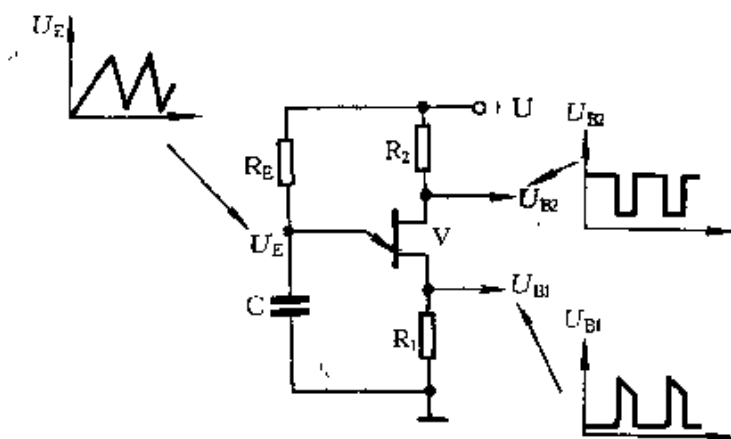

图 2-252
① 单晶体管的基本作用是组成脉冲产生电路,包括振荡器、波形发生器等,并可使电路结构大为简化。图 2-252 所示为单晶体管弛张振荡器。单晶体管 V 的发射极输出锯齿波,第一基极输出窄脉冲,第二基极输出方波。 R_E 与 C 组成充放电回路,改变 R_E 或 C 即可改变振荡周期。该电路振荡周期 $T \approx R_E C \ln \left[\frac{1}{1-\eta} \right]$, 式中, \ln 为自然对数,即以 $e(2.718)$ 为底的对数。